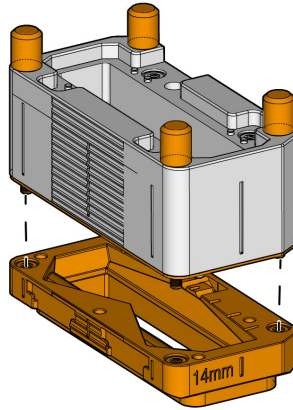

Abbildung 3-1 Vorlaufstreckenplatte
1. Lösen Sie die vier Rändelschrauben, mit denen die Vorlaufstreckenplatte an der Sensorhalterung befestigt ist (Abbildung 3-1 auf Seite 58).